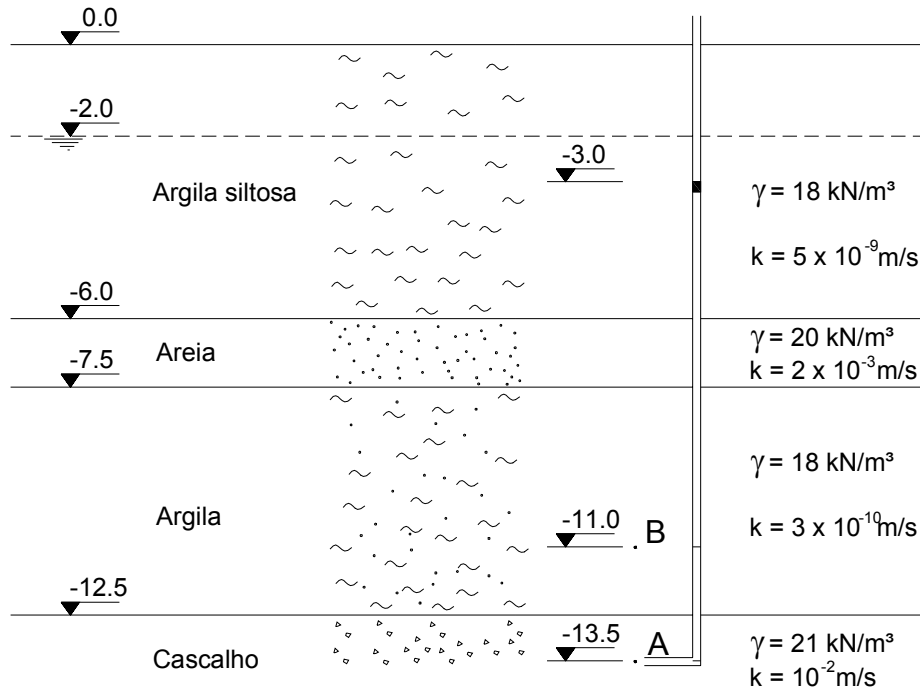

Figura 4
5. Considere o maciço terroso representado na Figura 4 onde ocorre um escoamento permanente na direcção vertical. No tubo piezométrico colocado em A a água sobe até à cota indicada na figura. Considere todo o maciço saturado e tome $\gamma_w = 9,81 \text{ kN/m}^3$.